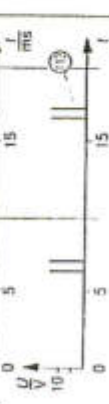

Abb. 6: Umwandlung der zündwinkelabhängigen Spannungen in netzsynchronen Zündimpulse (Einstellung für 50 Hz-Betrieb)
Dazu vergleicht er die Ausgangsspannung U_{103} von V 104 an MP mit IC 101 und die Ausgangsspannung U_{102} von V 105 an MP mit IC 102 mit der netzsynchronen Sägezahnspannung U_{101} (vgl. Abb. 6 und Blockschaltplan, Technische Dokumentation).
Die interne Synchronisation ist nur dann möglich, wenn der Netzteiltransformator im Netzteil N75 mit den ET7-Leistungstransformatoren T 1, T 2 und T 3 an denselben Phasen angeschlossen ist (siehe Abb. 6). Zur internen Synchronisation der drei Achsen muß die Brücke Sy angegliedert sein. An den Klemmen Sy 1, Sy 2 und Sy 3 darf kein Anschluß erfolgen.
- die Leistungstransformatoren ET7 zur besseren Lastverteilung, an unterschiedliche Phasen angeschlossen sind (siehe Abb. 6).